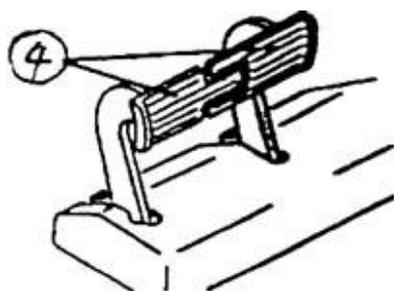

Рис. 2-7
#### 2.2.1.4 Педаль тормоза (4) (Рис. 2-7)